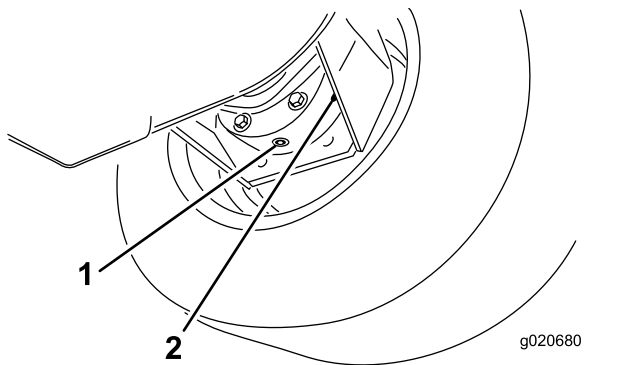

Figure 70
- Placez un bac de vidange sous le carter de frein et enlevez le bouchon pour permettre à l'huile de s'écouler (Figure 70).